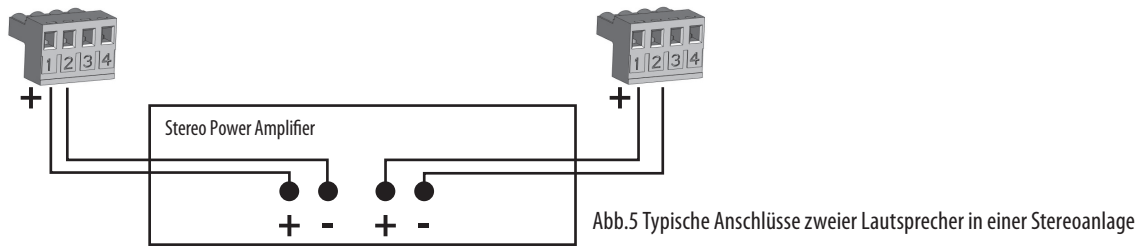

Abb.5 Typische Anschlüsse zweier Lautsprecher in einer Stereoanlage
4. Schieben Sie die Fliesenplatte zurück in die abgehängte Decke. Die Fliesenbrückenenden ragen über die Geländer und tragen das Gewicht des Lautsprechers. (Abb.5)
4. Deslize o painel de azulejo de volta para o teto suspenso. As extremidades da ponte de ladrilhos ficarão presas nas grades, suportando o peso do alto-falante. (Fig.5)